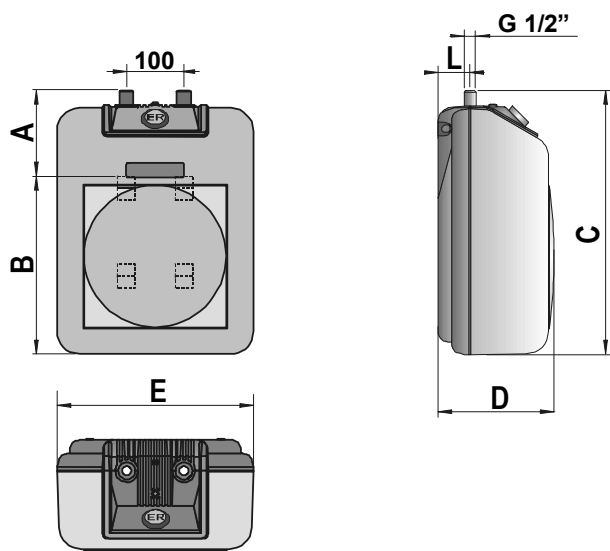

Рис.6
- снять крепёжные болты с предохранительного приборного щитка Рис. 6 и 8 отм.18
- открыть верхнюю крышку контроля анода (или боковую в горизонтальных моделях) Рис. 6 и 8 отм.1 при помощи отвёртки и освободить центральную часть от полиуретана или изолирующего материала, если он имеется.
- привести сливной кран (Рис. 6 и 8 отм. 12) в открытое положение; или открыть кран холодной воды для слива воды.
- привести сливной кран (Рис. 6 и 8 отм. 12) в закрытое положение;
ОПИСАНИЕ СХЕМ РИС. 6, 7 И 8